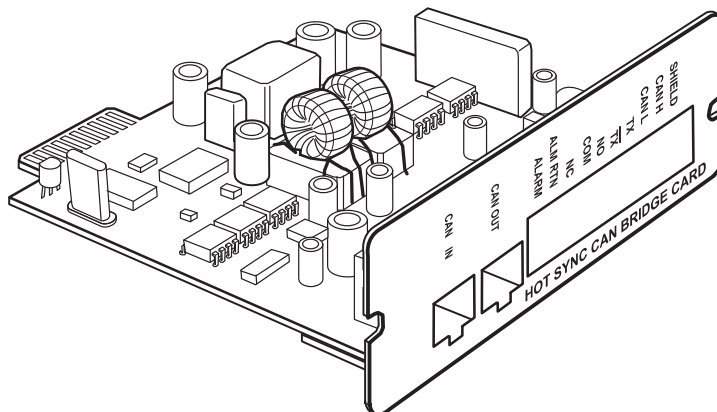

Рисунок 38. Плата Powerware Hot Sync CAN Bridge
4. Распакуйте плату Powerware Hot Sync CAN Bridge и убедитесь, что плата не была повреждена во время транспортировки (см. рисунок 38).